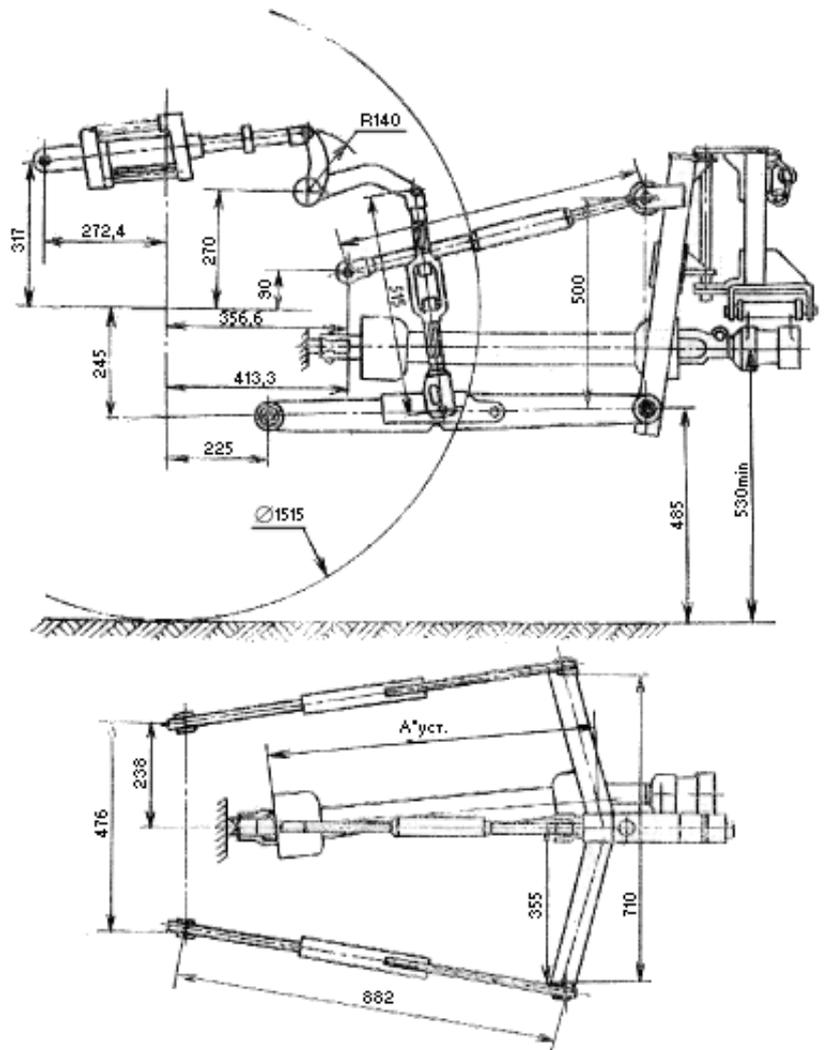

Рис.21. Схема навески косилки на тракторы МТЗ-80 и МТЗ-82
1. Отрегулируйте центральную тягу так, чтобы длина ее соответствовала (в зависимости от марки трактора) схемам, изображенным на рис. 21, 22.